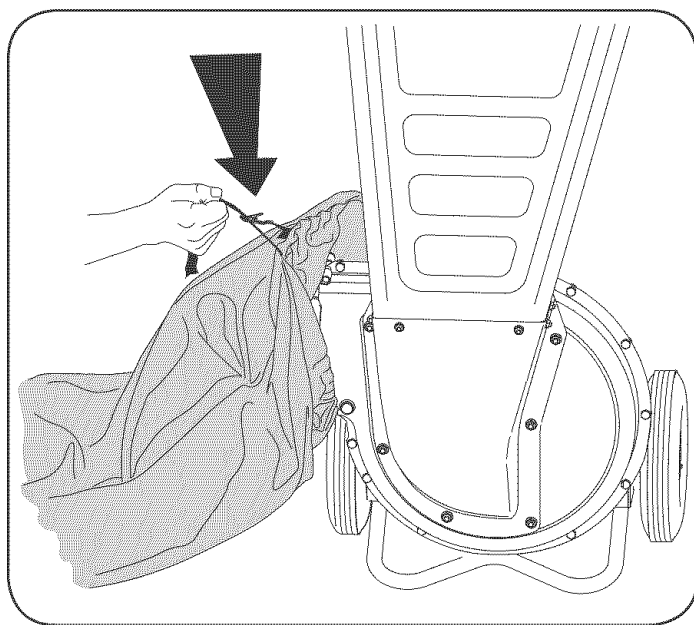

Figura 7
2. Oprima la hebilla de seguridad para soltar la tira de extracción de la bolsa antes de soltarla del deflector del canal. Vea la Figura 7.